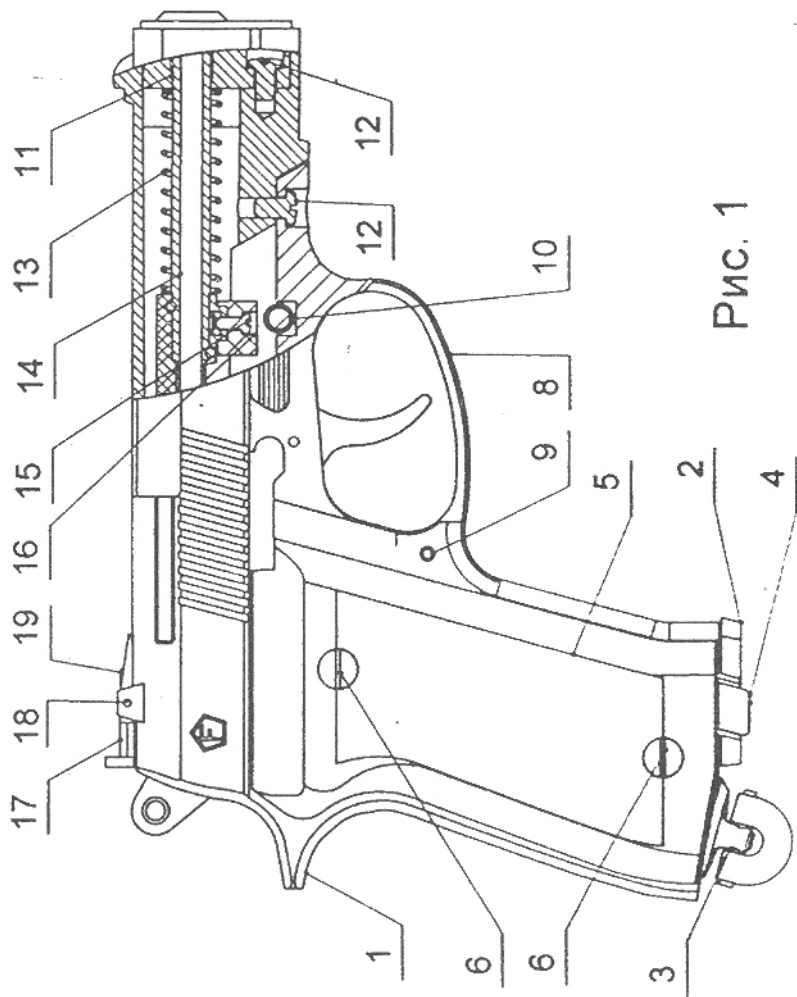
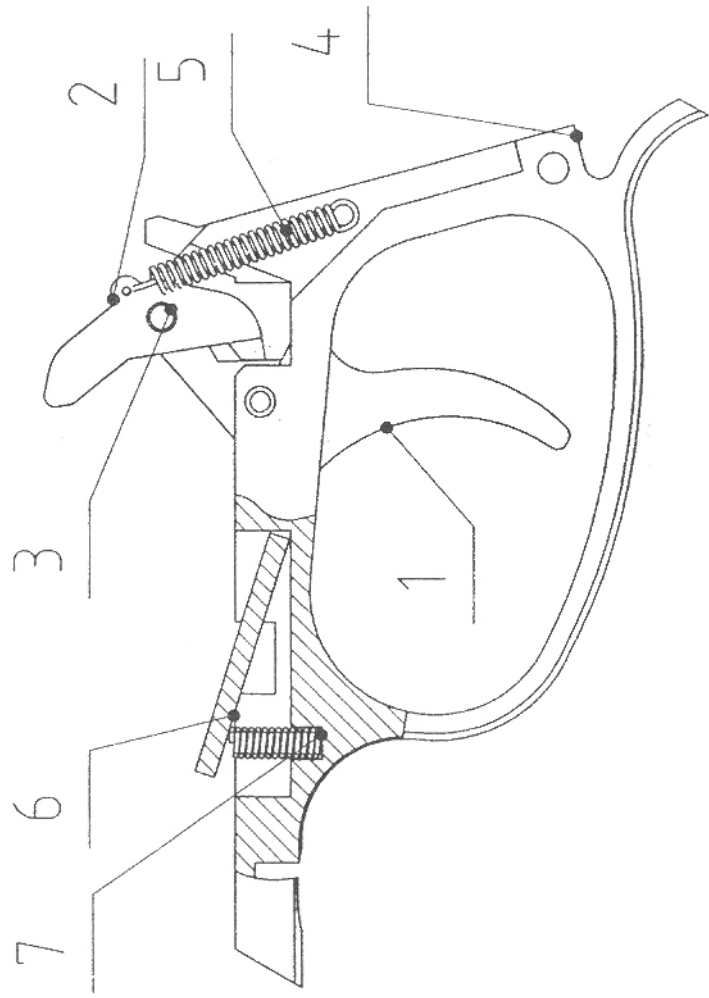
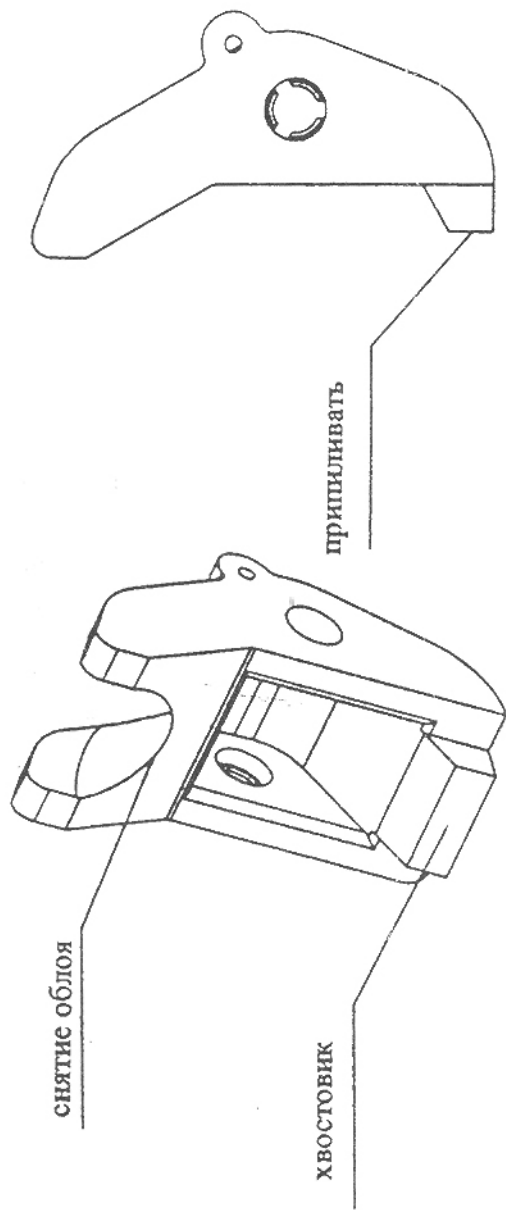

Рис. 1
Рис.3
Рис.5
Заменить пружину поз.5 (рис.3) Снять облой с шептала см. рис.5. Удалить случайно попавший шарик между корпусом поз.1 (рис.1) и крючком спусковым поз.1 (рис.3).
1. Извлечь магазин поз.2 из корпуса поз.1, нажав на защелку поз.4 (рис.1).
5. Снять скобу спусковую поз.8, для чего вывернуть винт поз. 12 и выбить ось поз.9 выколоткой №1(рис.1).В комплект скобы так же входят ось поз.6 и пружина поз.7(рис.3).Для замены и доработки шептала поз.2 снять пружину поз.5 и выбить ось поз.3 выколоткой №1. Сборка скобы осуществляется в обратном порядке.
6. Снять предохранитель поз.10 (рис.1),вывернуть винт поз.15,снять упор поз.16.
7. Извлечь вкладыш поз.11 оправкой №1, вывернув винт поз. 12 (рис.1).
8. Извлечь пружину поз. 13 (рис.1).
Снять сбл. с шептала см. рис.5.